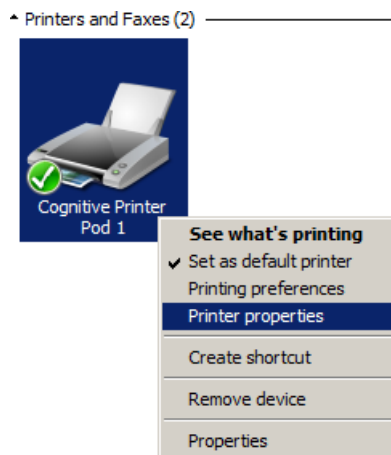

Figura 158: Selecionar Propriedades da Impressora
4. Clicar com o botão direito do mouse no ícone da impressora Cognitive pertinente e selecionar **Propriedades da Impressora** do menu pop-up, como mostrado na Figura 158.